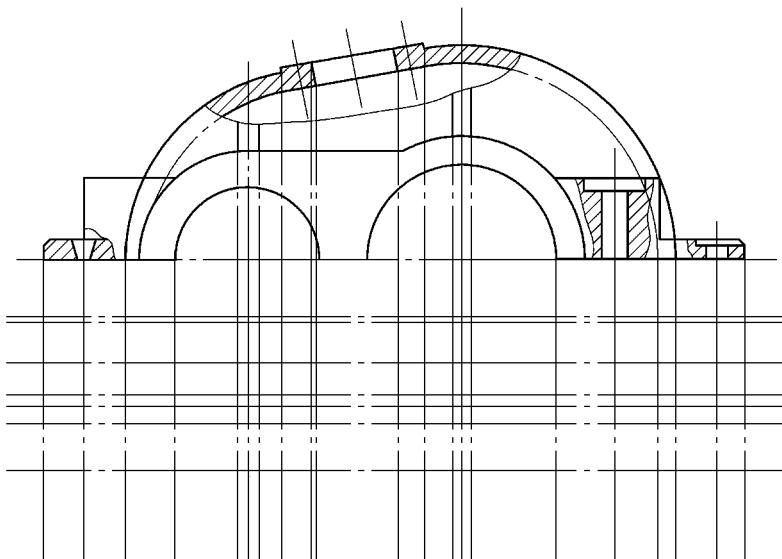

图 11-65 绘制俯视图中心线及辅助线
14) 将水平辅助线向上偏移 17mm、22mm、26mm、37mm、50mm 和 52mm，如图 11-65 所示。